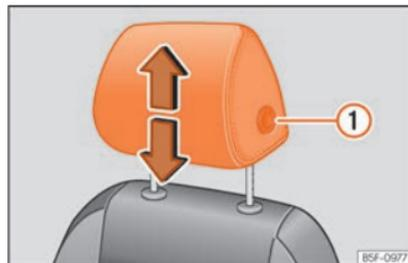
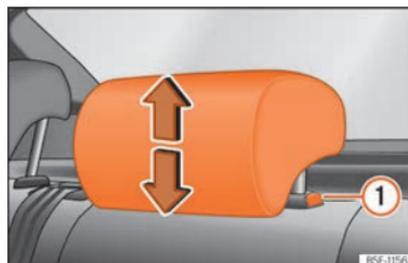

Fig. 119 Banco dianteiro: ajuste do encosto de cabeça.
Fig. 120 Encostos de cabeça traseiros: ajuste do encosto de cabeça.
baixá-lo, proceda da mesma forma, pressionando o botão lateral ① » » Fig. 119 » » Fig. 120.
- Pressione o botão lateral » » Fig. 119 ① e retire o encosto de cabeça.